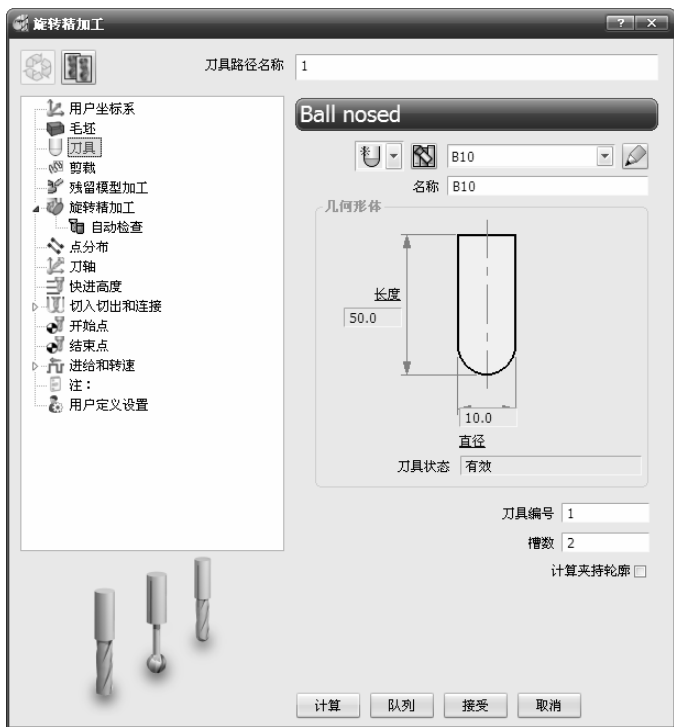

图 2-272 “旋转精加工”对话框
4) 单击主工具栏上的“刀具路径策略”按钮,弹出“策略选取器”对话框,单击“精加工”选项卡,选中“旋转精加工”选项,单击“接受”按钮,弹出“旋转精加工”对话框,如图 2-272 所示。